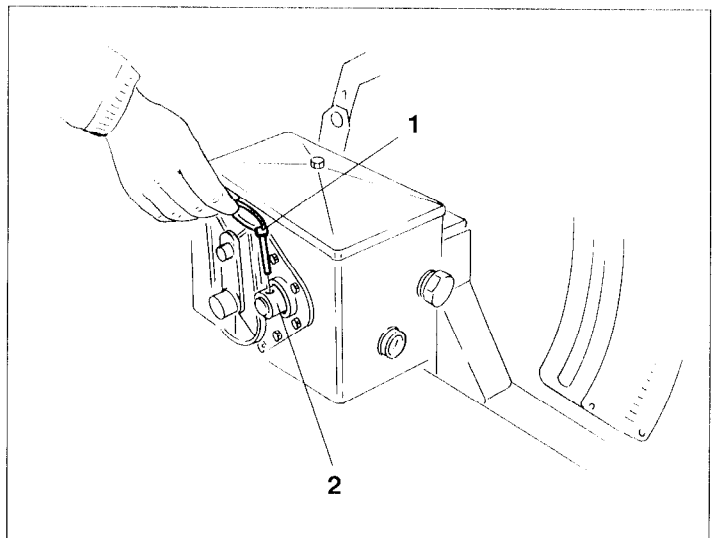

Fig. 16.2
- Klappstecker (Fig. 16.2/1), der die Verbindung zwischen Antrieb und Rührwelle herstellt, aus der Getriebehohlwelle (Fig. 16.2/2) herausziehen. Der Antrieb der Rührwelle ist dann unterbrochen.
Drehen Sie das Antriebsrad bei leicht angehobener Sämaschine, bis sich der Klappstecker (Fig. 16.2/1) in die Getriebehohlwelle (Fig. 16.2/2) einstecken läßt. Danach ist die Rührwelle mit dem Antrieb verbunden.